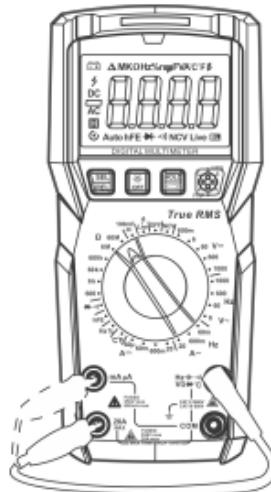

Рис. 6. Проверка предохранителей
*С помощью функции измерения $6 M\Omega$ можно проверить внутренние предохранители $630 mA$ и $20 A$, см. рис. 6. Вставьте красный измерительный провод поочередно в гнезда mA , μA и $20A$ для измерения сопротивления. Если оба предохранителя перегорели, на экране появится символ «OL».